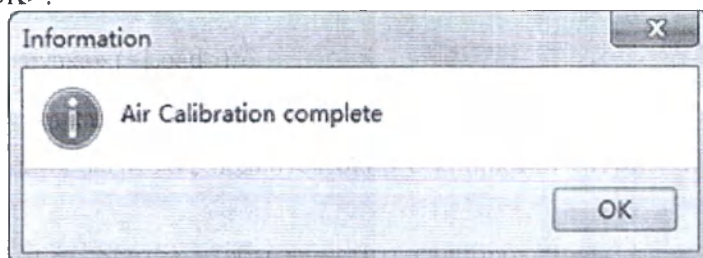

Рисунок 42 Окно завершения калибровки по воздуху
- Когда строка состояния дойдет до конца, калибровка по воздуху завершится, и появится сообщение «Калибровка по воздуху завершена» ("Air Calibration Completed ") (см. рис. 42).